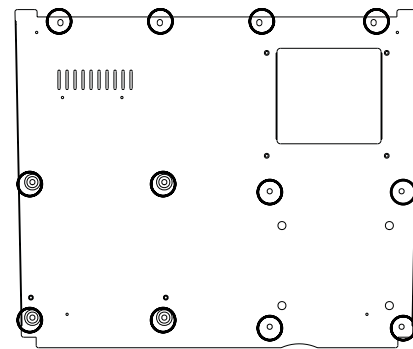

fig.1 Bottom Cover View / ボトムカバー
2. Turn the MC-80 over, and remove the bottom cover, (See fig.1 to remove 12 screws.)
(外すネジは fig.1 を参照してください。)